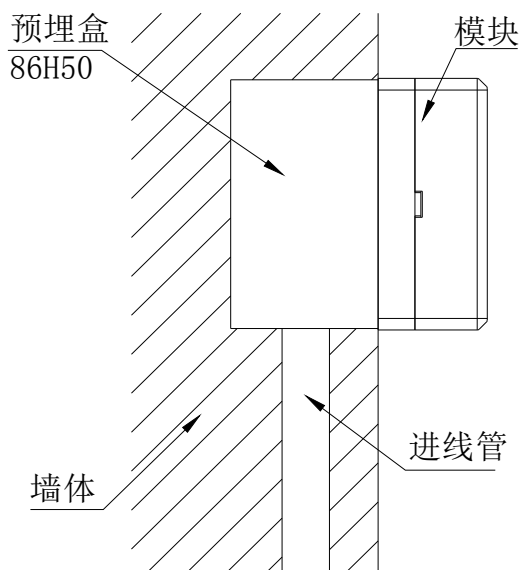
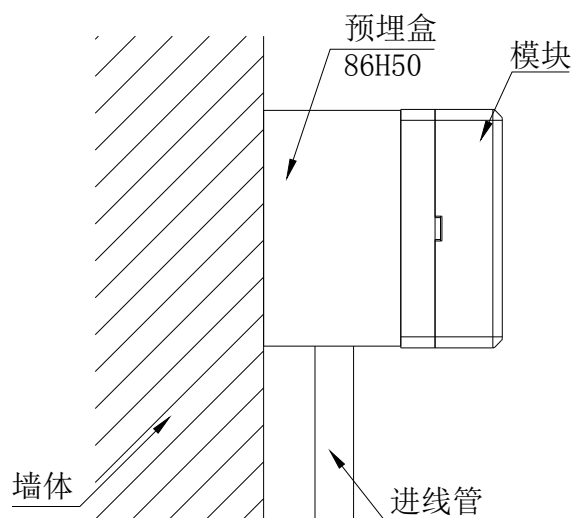

图2 布线管暗装示意图
图3 布线管明装示意图
- 2、TX3210 输出模块采用进线管暗装和进线管明装方式，安装时只需拔下模块，从预埋盒的进线孔中穿入电缆并接在模块底座的相应端子上，再插好模块即可安装好，安装示意图见图 2、图 3：